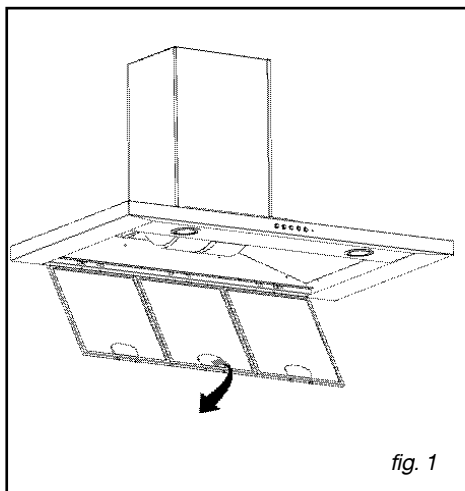

fig. 1
• Desmontagem do filtro cassete (fig.1)